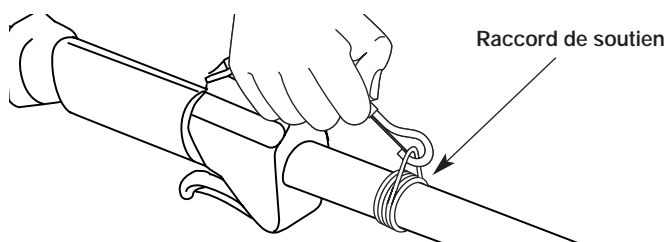

Fig. 5
3. Passez le harnais par-dessus la tête puis sur l'épaule. Accrochez-le au raccord de soutien (fig. 5).